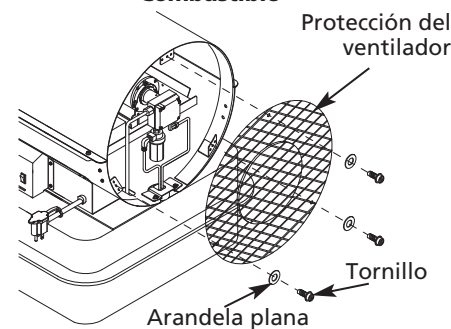

Figura 16 – Desmontaje de la Protección del Ventilador
- Retire la protección del ventilador (consulte la Figura 16).
- Use una llave de 3/8 pulg. y apriete la línea de combustible (B) en la bomba y en el conjunto del filtro de combustible de la bomba.